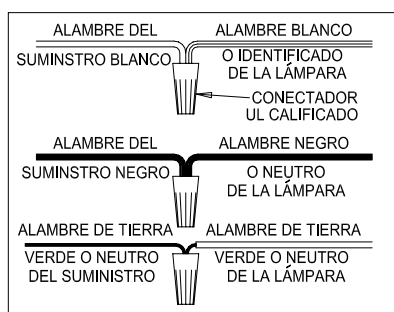
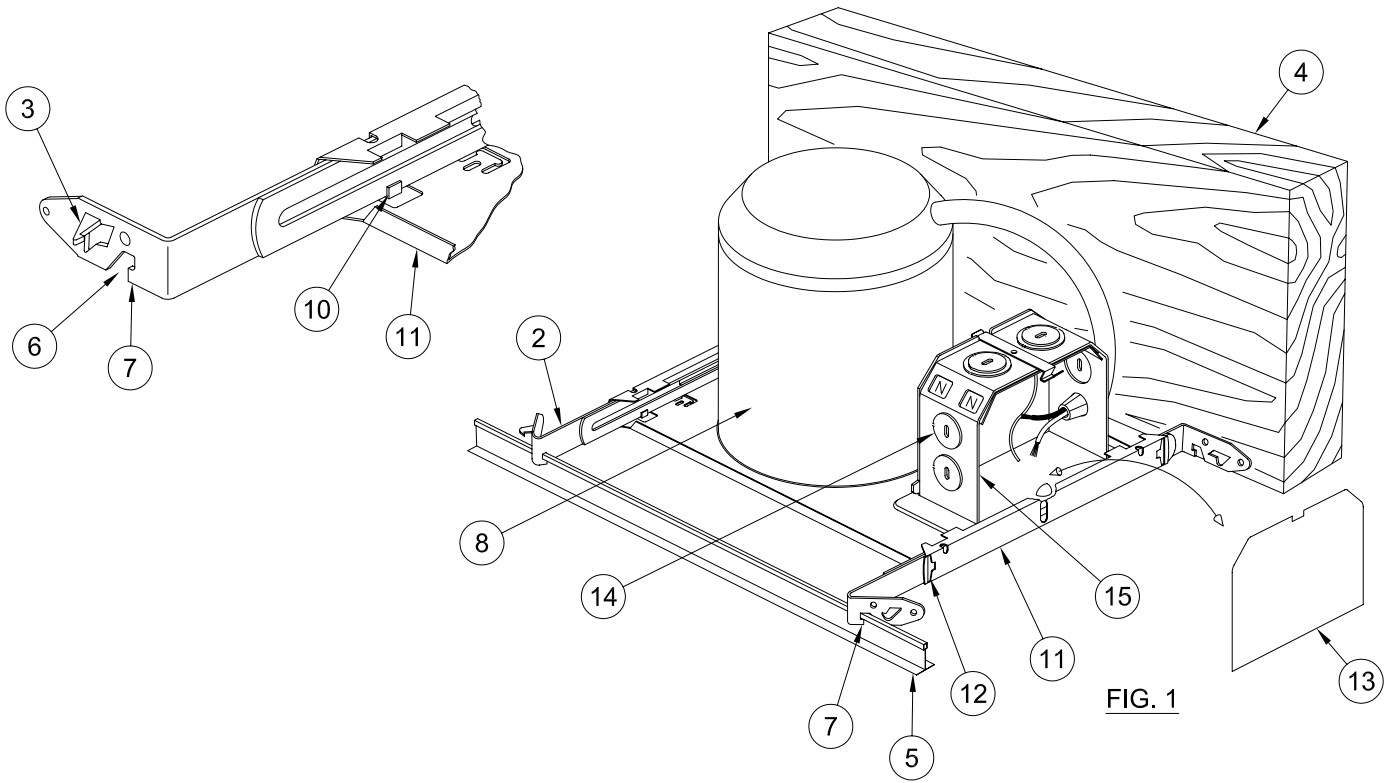

FIG.2
FIG. 1
- 1.- For Wooden Joists: Use the Centering Notches (1) located on the Plaster Frame to position the Fixture. Extend the Hanger Bars (2) and hammer the 4 Nailer Tabs (3) into Joists (4). Drive additional nails through holes in Hanger Bars for alternate support if required (Fig.1). Bars may be bent to fit tight mounting conditions.
- 2.- On Suspended Ceilings: Place the Fixture on the ceiling grid with the "T" Bars (5) running through the Hanger Bar Notches (6). Fold the Hanger Bar ends closed to engage the integral Tabs (7). Secure with pliers if necessary.
- 3.- Locate Housing (8) along Hanger Bars (2) in desired position and, using pliers, squeeze the 4 Locking Tabs (10) on the Plaster Frame (11) tightly over the Bars to prevent further Housing movement. Hanger Bars may be Installed in alternate Slots (12) if mounting conditions require.
- 4.- Unsnap Junction Box Cover (13) by lifting the Leaf spring.
1.- PARA VIGAS: Use las muescas de centrar (1), ubicadas en el marco de yeso para situar la lámpara. Extiende las barras de suspensión (2) y clave las cuatro pestañas para clavos (3) en las vigas (4). Martille clavos adicionales por los agujeros en las barras de suspensión para proporcionar soporte adicional cuando sea necesario (Fig.1). Se puede encorvar las para acomodar condiciones estrechas de montaje.
2.-TECHOS SUSPENDIDOS: Coloque el aplique en el enrejado del techo de modo que las barras "T" (5) pasen por las muescas (6) de las barras para colgar. Cierre las barras doblando sus extremos, a fin de acoplar las lengüetas integrales (7). De ser necesario, afiance con tenazas.
3.- UBIQUE LA CAJA (8) a lo largo de las barras para colgar (2) en la posición deseada y, usando tenazas, apriete bien las 4 trabas (10) en el bastidor de yeso (11) sobre las barras-para impedir que la caja se mueva. Los colgadores de barra pueden ser instalados en otras ranuras (12) cuando las condiciones de montaje lo exijan.
4.- ABRA LA TAPA DE LA CAJA DE CONEXIONES (13) levantando el muelle de hoja.
5.- PASE LOS HILOS DEL SUMINISTRO: Por los conectores UL listado (no incluidos), en uno de los cinco agujeros ciegos (14) en la caja de conexiones (15) o, cable tipo NM (Romex), por una apertura encima de la placa de retención (16). Conecte los hilos (17) conforme a Fig.2. Reponga la cubierta.
6.- Regule la altura de la cubierta (8): Afloje los tornillos (18), baje la cubierta a ras del cieloraso y enrosque de nuevo los tornillos.
7.- Para proporcionar acceso a la caja de empalmes (15), después de acabar con el cieloraso, desenrosque los tres tornillos (18) que mantienen la cubierta (8) en posición. Baje la cubierta. Ahora se puede retirar la cubierta de la caja de empalmes (9) para hacer el mantenimiento.
9.- Para instalaciones hermeticas o para cumplir con las exigencias del Código de Energí a del Estado de Washington, rellenar el espacio entre la cubierta (8) y el cieloraso (19) de muro de mamposterí a sin mortero con una masilla de silicona, cinta, o otro medio conforme al código local oficial. Se puede usar el Kit de Junta Progress Lighting P8584-01 (comprar por separado). (Vea Fig. 2).
1.- **POUR SOLIVES:** Utilisez les entailles pour faire centrer (1), situées sur le cadre leplâtre pour mettre la lampe en position. Faites étendre les barres de suspension (2) et martelez les quatre pattes à clous (3) dans les solives (4). Enfoncez des clous supplémentaires par les trous dans les barres de suspension afin de donner support additionnel s'il est nécessaire (Fig.1). Les barres peuvent être courbées aux conditions de montage étroites.
2.- **MONTAGE SUR PLAFOND SUSPENDU:** placer le luminaire sur le faux plafond en faisant passer les barres en "T" (5) dans les encoches pratiquées dans les barres de suspension (6). Replier les extrémités des barres de suspension pour les fermer et y engager les pattes de montage intégral (7). Fixer au besoin à l'aide de pinces.
3.- **PLACER LE BOÎTIER** en position souhaitée le long des barres de suspension et, à l'aide de pinces, bien serrer les 4 pattes de verrouillage (10) sur le cadre en plâtre (11) et au-dessus des barres de suspension pour fixer le boîtier. Les barres de suspension (8) peuvent être installées dans les rainures alternatives (12) quand les conditions de montage l'exigent.
4.- **DÉTACHER LE COUVERCLE DE BOÎTE DE JONCTION** (13) en soulevant le ressort à lames.